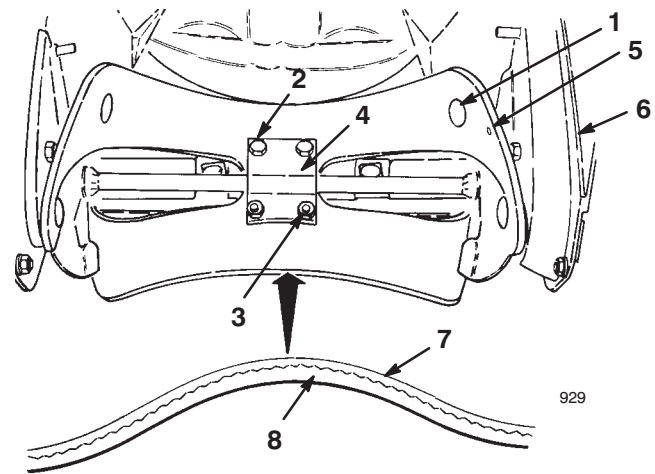

Bild 11
4. Entfernen Sie die vier Torx-Schrauben, die zwei Schrauben und die sechs Sicherungsmuttern, mit denen eines der Rotorblätter an der Rotorwellengruppe abgesichert ist (Bild 11).
5. Schieben Sie das alte Rotorblatt von zwischen den Blattstützen heraus (Bild 11).
6. Untersuchen Sie die Kante des neuen Rotorblatts auf einen Unterschied in der Schichtstärke (Bild 11).
Hinweis: Montieren Sie die Rotorblätter mit der dicken Seite an der *Innenseite* der Kurve (Bild 11). Wenn Sie die Blätter falsch einbauen, können diese unwuchtig sein und zum "Hüpfen" oder "Springen" der Fräse führen.
9. Positionieren Sie die Schraubenköpfe an der dicken Seite des Rotorblatts (Bild 11).
10. Biegen Sie das Rotorblatt und sichern es mit den restlichen vier Torx-Schrauben und Sicherungsmuttern ab, wobei Sie die Schraubenköpfe an der dicken Seite des Rotorblatts positionieren (Bild 11).